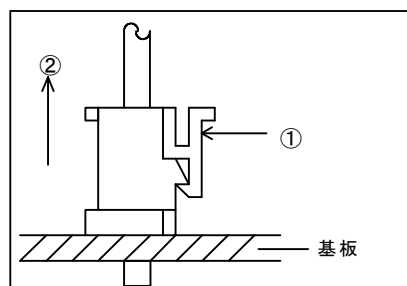

図2 コネクタ取り外し手順図
3. 本体とP.W. B部を結線しているリード線付コネクタを外します。ロック機構付コネクタを外す場合、図2の①の部分を押しながら②の方向に引き抜いてください。